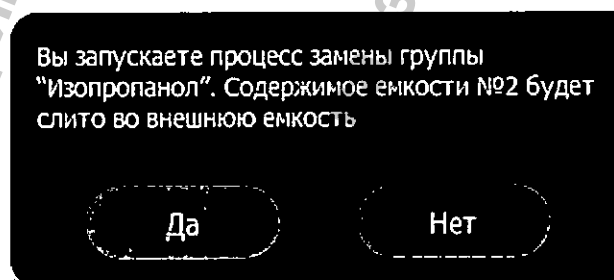

Рисунок 3.83. Подтверждение операции замены реагента
3. Для продолжения операции замены в окне подтверждения (рисунок 3.83) нажмите кнопку **Да**; для прерывания операции – кнопку **Нет**.